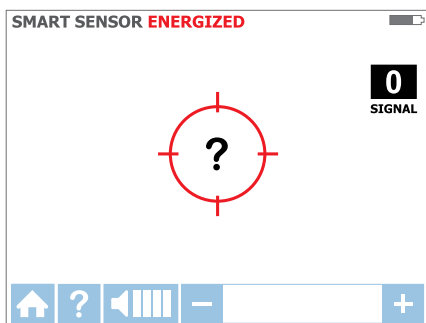

Rysunek 3.1b
3. Dla większości zastosowań należy wybrać tryb sygnału WYSOKI. Pojawi się ekran, jak pokazany na Rysunek 3.1b.